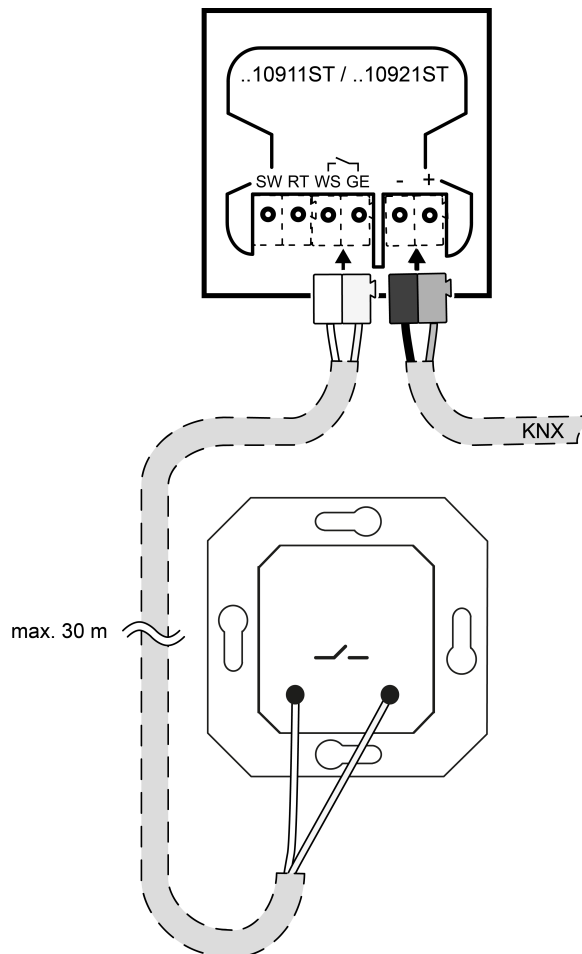

рисунок 5: Подключение монтажного кнопочного выключателя
- Опция: подключение внешних коммутационных контактов (например, монтажный кнопочный выключатель или геркон) к соединительной клемме (рисунок 5).
Подключение внешних коммутационных контактов (рисунок 5)